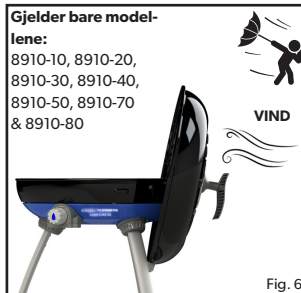

Fig. 6
- MERK!** Hvis apparatet brukes i vind, må kuppelen brukes som vindskjerm, og settes på plass som vist i fig. 6.